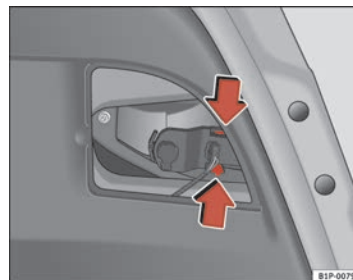

Abb. 174 Lampenfassung ausbauen
- Die Lampenfassung durch Eindrücken der Haltetaschen herausziehen ⇒ Seite 270, Abb. 174.